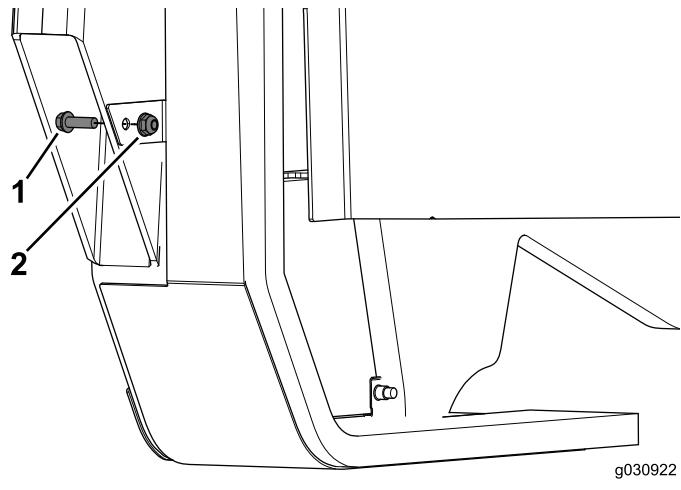

Figure 30
3. Utilisez un boulon (1/4 x 3/4 po) et un écrou à embase (1/4 po) pour terminer le montage du panneau (Figure 30).